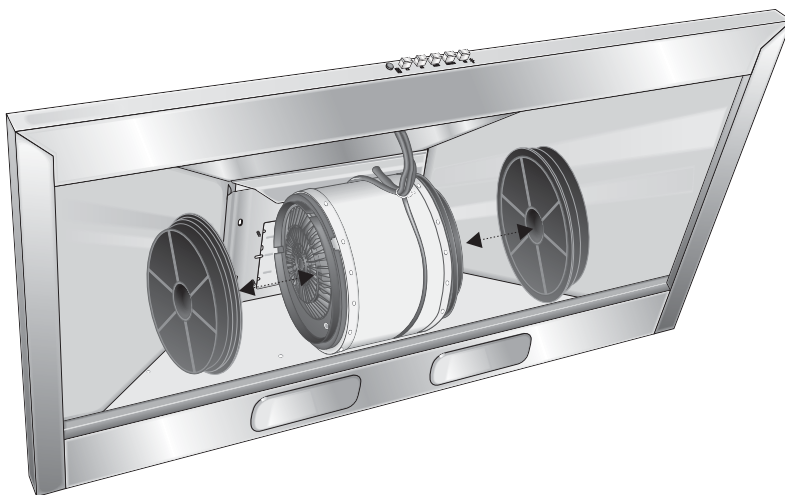

Fig. 2
- per il montaggio, il nuovo filtro deve essere infilato nel nasello a lato del motore e poi farlo ruotare di 90 gradi (Fig. 2).
- For assembly, slide the new filter in the nib on the side of the motor and then rotate it for approx. 90 degrees (Fig. 2).
- pour le montage, on doit enfiler le nouveau filtre dans le ergot (mentonnet) sur le côté du moteur et le faire ensuite pivoter de 90 degrés (Fig. 2).
- der neue Filter muß zur Montage in die Nut auf der Motorseite eingeschoben und dann um 90 Grad gedreht werden (Abb. 2).
- ved påmontering skal det nye filter sættes ind i fatningskrampen på siden af motoren og derefter drejes 90 grader (Fig. 2).
- voor de montage plaats het nieuwe vetfilter in het mondstuk aan de kant van de motor en draai het vervolgens 90° (Fig.2).